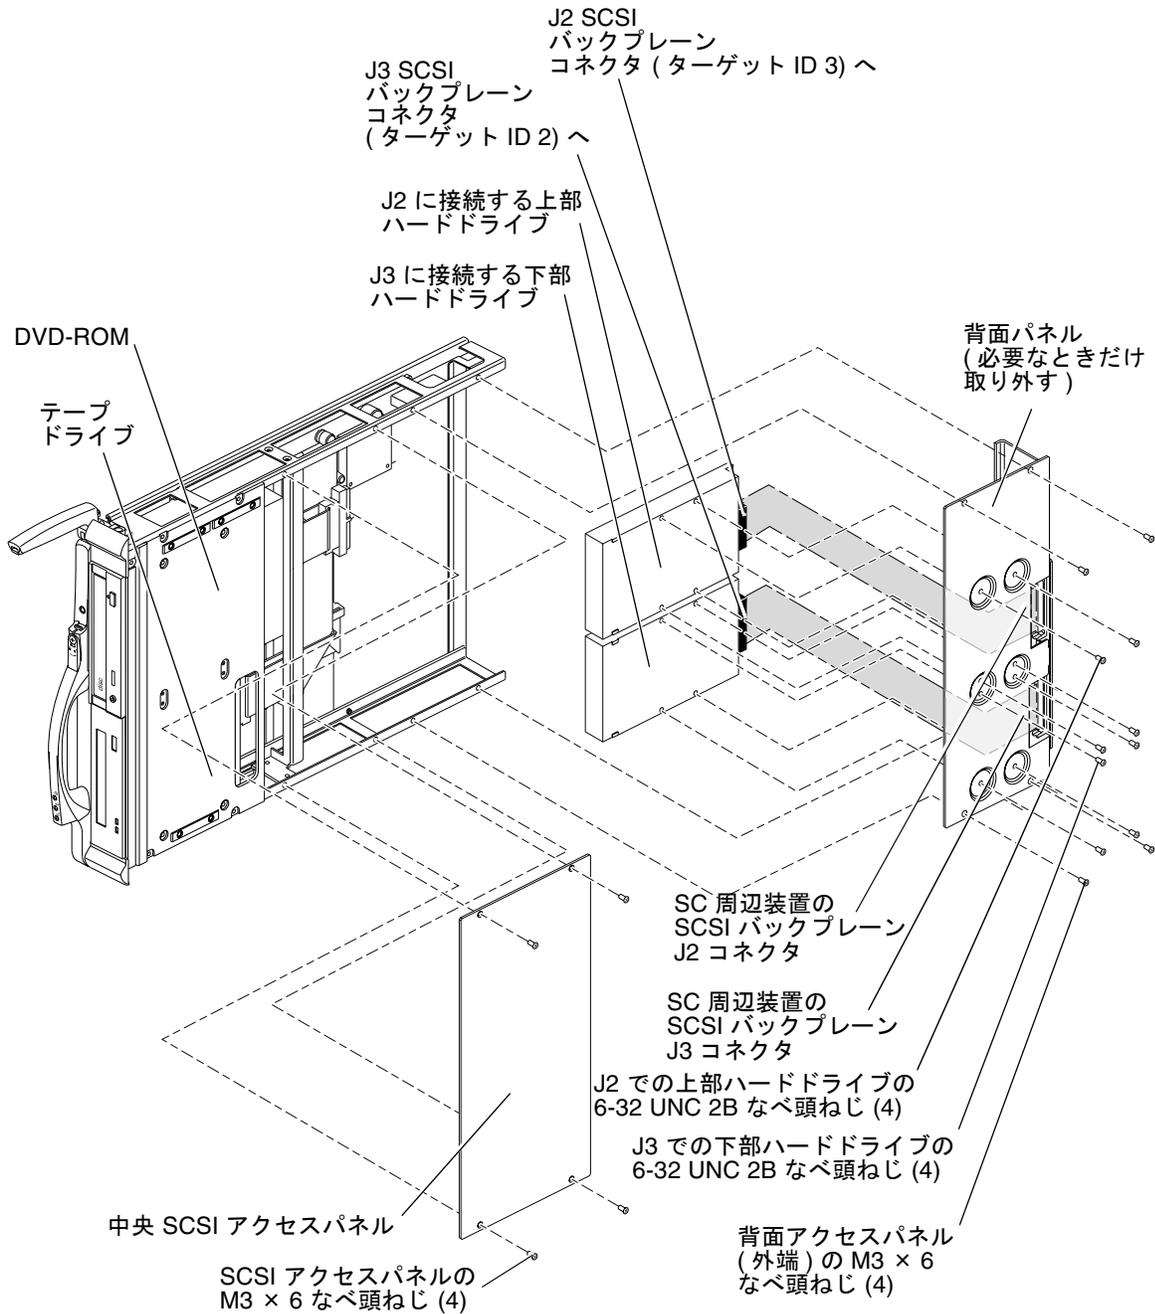

図 2-9 SC 周辺装置ボードからのハードドライブの取り外しおよびアクセスパネルの
4. 中央の SCSI アクセスパネルにある 4 本の M3×6 皿頭ねじを外し、パネルを取り外します (図 2-9)。